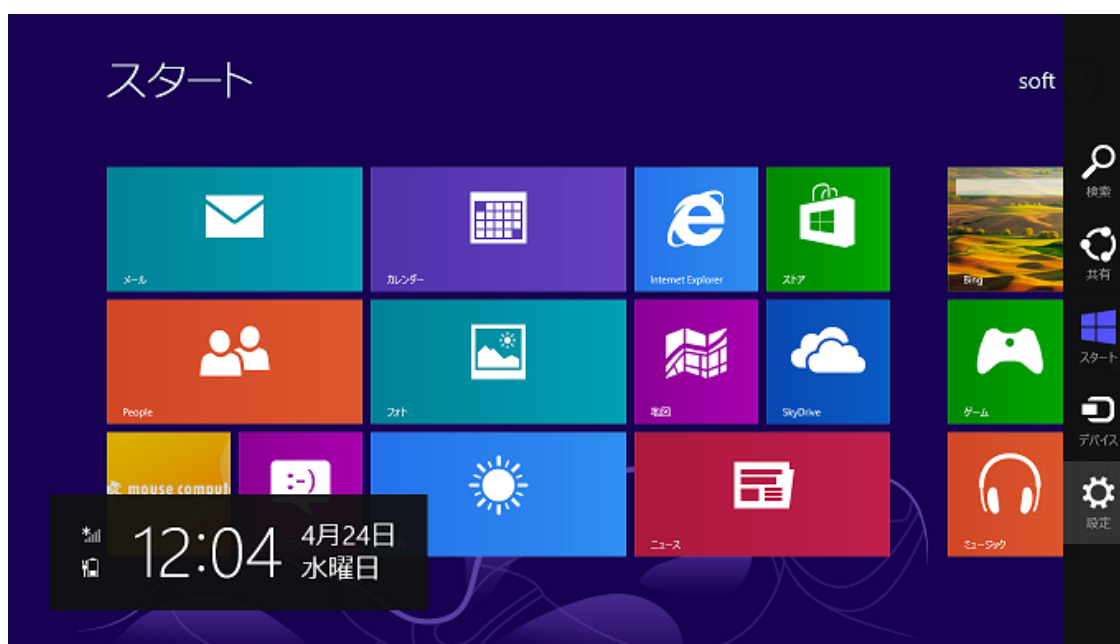

図 8.1-1 Windows8 スタート画面
1. スタート画面にて、マウスポインタを右端に移動するか Windows キー+C でサイドメニューを表示させ、「設定」アイコンをクリックします（図 8.1-1）。